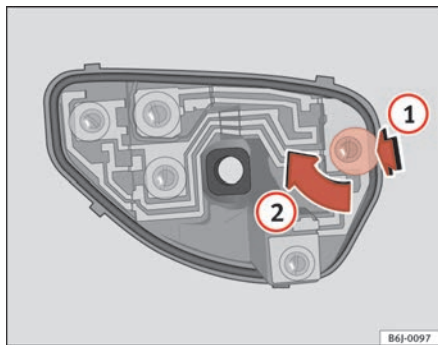

Fig. 157 Cambio lampade luci posteriori
- Una volta tolto il portalamпада, premere nel senso indicato dalla freccia **1** e ruotare contemporaneamente nel senso indicato dalla freccia **2** ⇒ fig. 157. ■